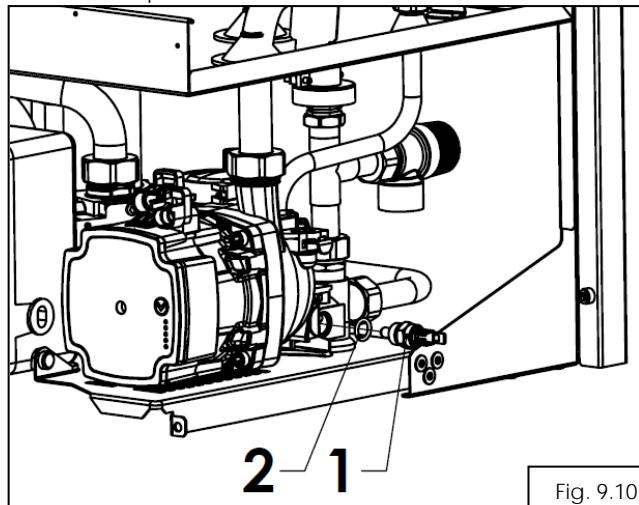

Fig. 9.10
Daca ambele verificari sunt pozitive se inlocuieste senzorul de temperatura de pe returul circuitului de termoficare(vezi fig. 9.10).
Inlocuirea senzorului de pe retur termoficare (1) fig. 9.10 presupune urmatoarele operatii:
- se deconecteaza senzorul (1);
- Daca rezultatul verificarilor este pozitiv se inlocuieste senzorul de temperatura de pe returul circuitului de termoficare (vezi fig.9.10).